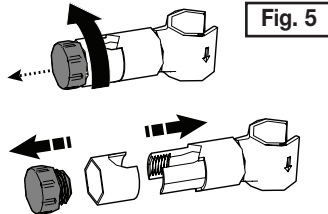

Fig. 5
1. Démontez le bras de douche en dévissant la molette de réglage (Fig. 5).